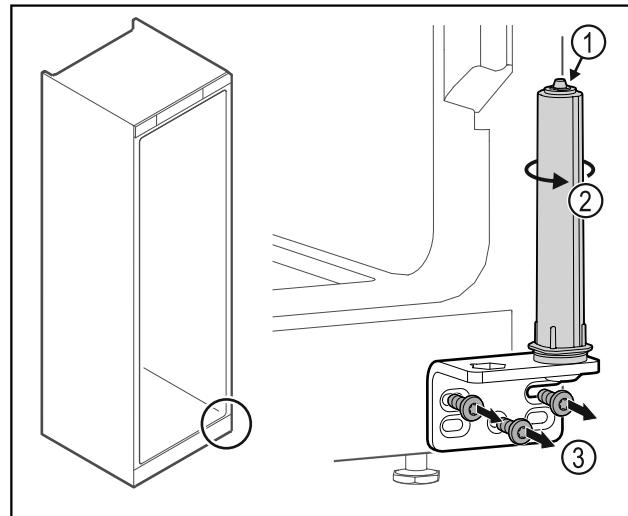

Fig. 37
- ▶ Nerozoberajte systém zatvárania dverí Fig. 37 (1).
- ▶ Otáčajte systém zatvárania Fig. 37 (2), kým nezavakne.
- ▶ Odskrutkujte uholník závesu Fig. 37 (3).